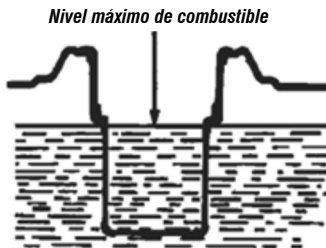

Fig. 11 – Nivel máximo de combustible
- Nunca exceda la capacidad del tanque (fig. 11);